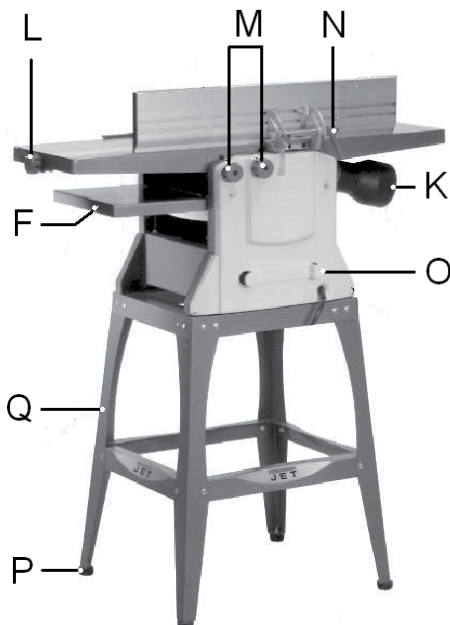

Рис. 2
- Кабель електроживлення слід обмотувати навколо гачків для зберігання (O, Рис. 2).